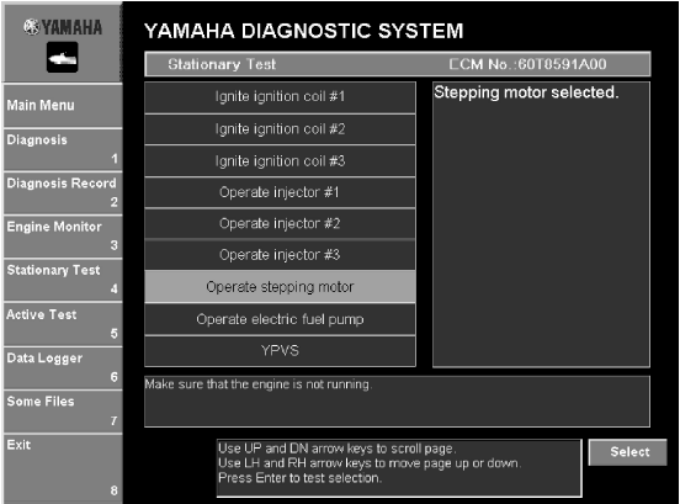

Рис. 76
1.Выбрать тест, который будет выполнен, и затем щелкнуть **Выбор(Select)** или нажать клавишу Enter на клавиатуре. (Рис. 76)